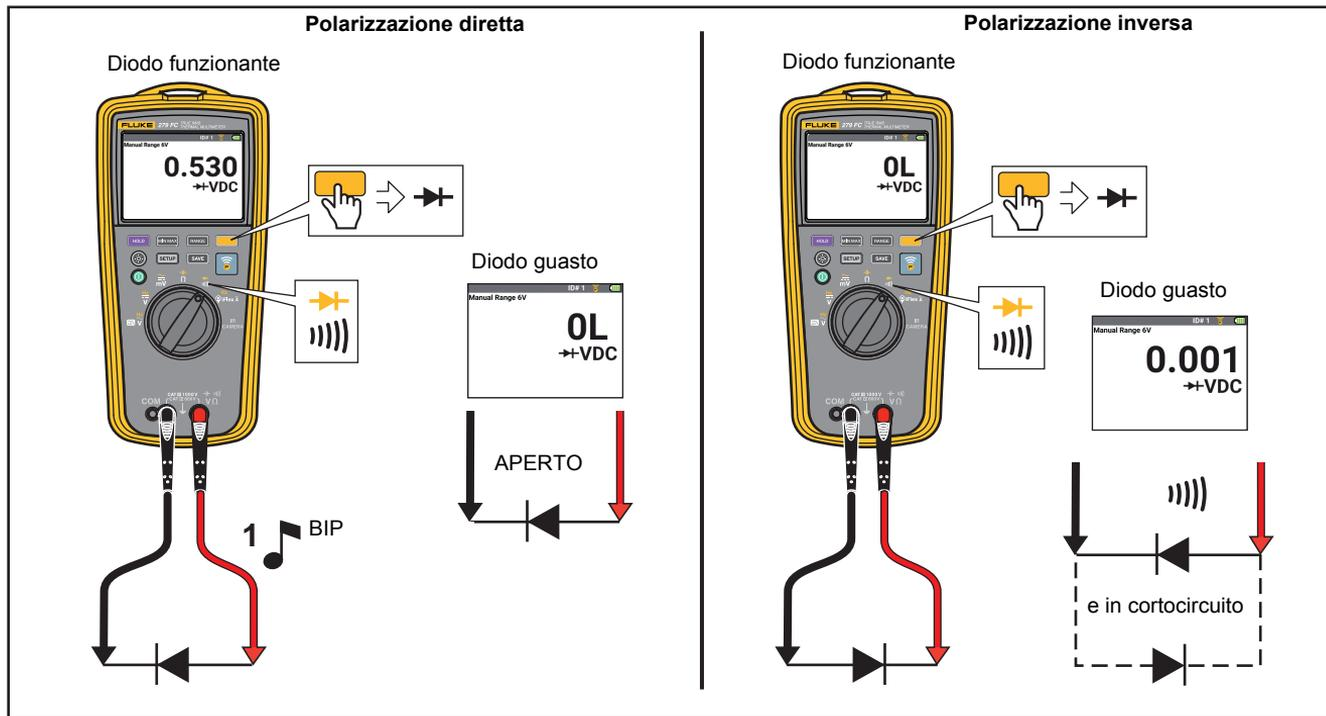

Figura 11. Test diodi
- Test diodi. Vedere la Figura 11.
Per un test su un diodo fuori circuito, impostare il Multimetro come mostrato nella Figura 11. Per misure a polarizzazione diretta su un componente semiconduttore, mettere il cavetto di misura rosso sul terminale positivo del componente e il cavetto di misura nero sul terminale negativo del componente.